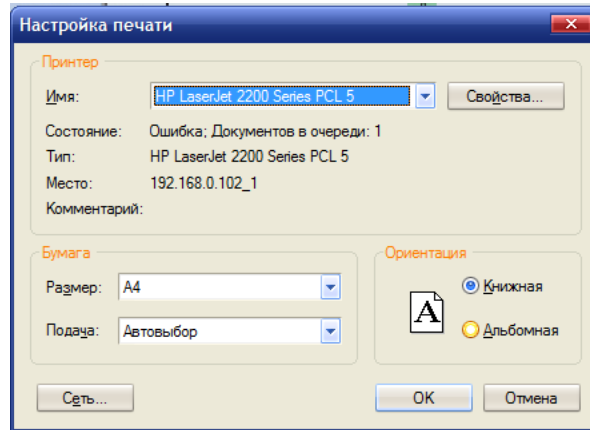

Рисунок 3.12 Меню вибору принтера та параметрів друку
- **Налаштування принтера.** Меню налаштування принтера та параметрів друку (рис. 3.12)